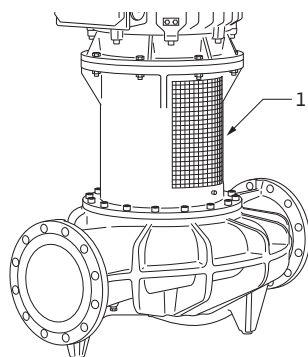

Fig. 31: Localização da placa de identificação da bomba
A fig. 31, pos. 1 mostra a localização da placa de identificação da bomba.